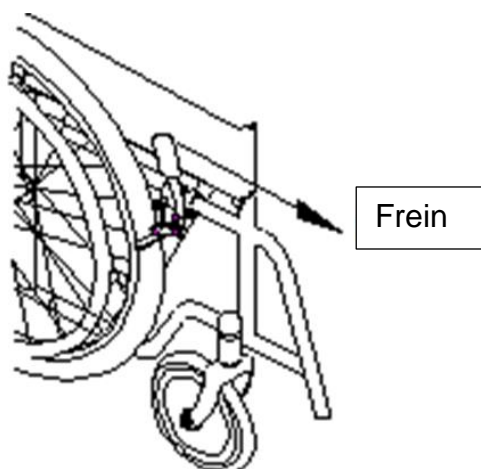

Figure 3
- Il y a des freins des deux côtés du siège. Veillez à utiliser les freins pour garer le fauteuil roulant lors du stationnement. (Voir figure 3)